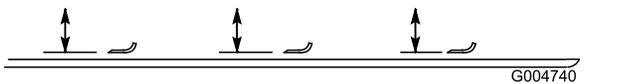

Figura 88
2. Ruotate la lama fino a quando le estremità non sono rivolte in avanti e indietro e misurate la distanza tra l'interno dell'apparato di taglio e il tagliente sulla parte anteriore della lama (Figura 88).